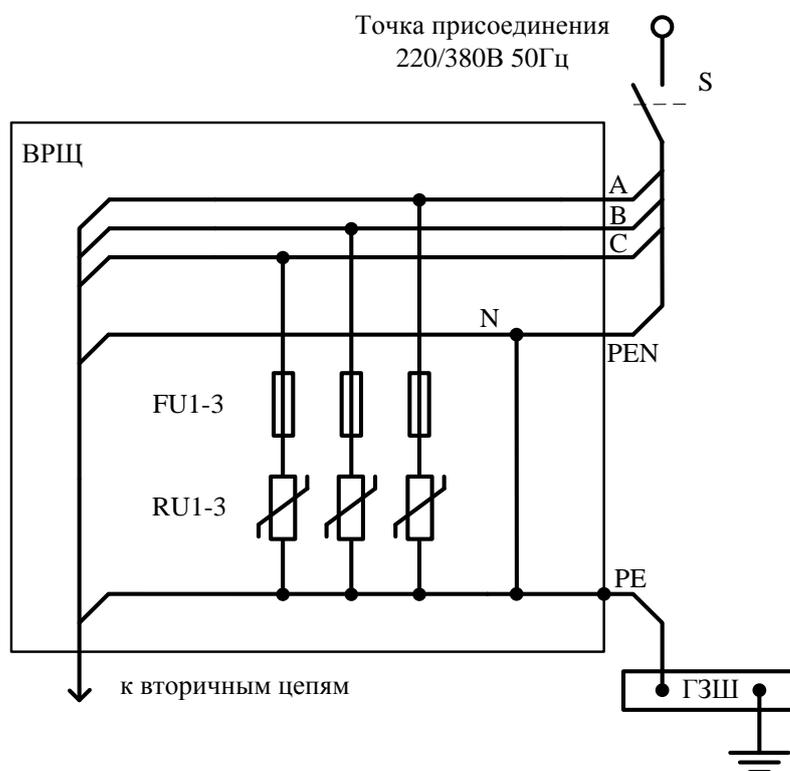

Рис. 1
1.1 Монтаж УЗИП первой ступени защиты в водном распределительном устройстве (щите) для 4-х проводной системы TN-C-S выполнять согласно схеме рис. 1, перечень устройств приведён в таблице 1.